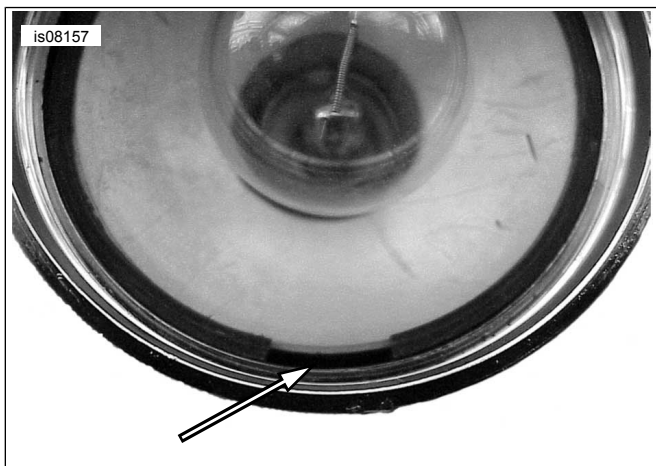

Figura 13. Installazione dell'anello di tenuta O-ring
- b. Vedere Figura 13. Installare l'anello di tenuta O-ring e il guscio interno nel guscio dell'indicatore di direzione con il taglio sul fondo come mostrato.